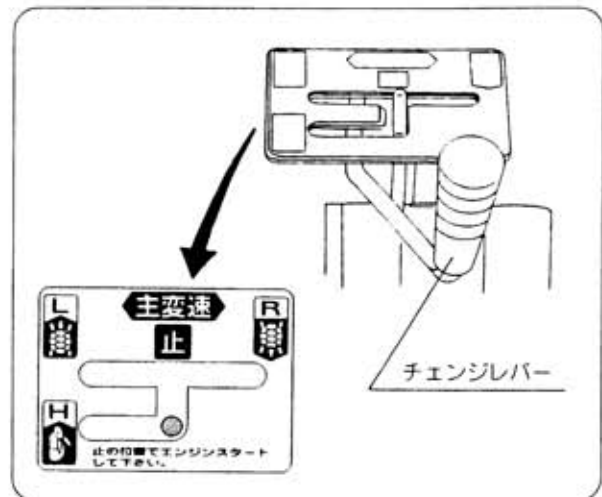

図16
- ① 低速の「前進後進」（低速）のチェンジの切換は主クラッチを切らなくても切換操作ができます。（図16）